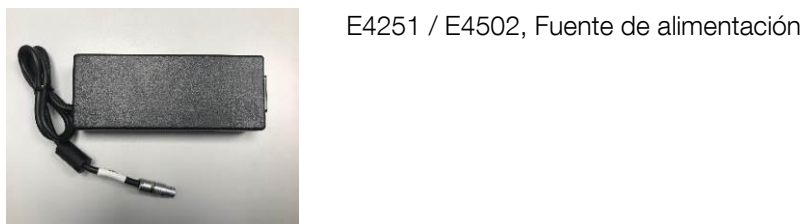

Fig. 7.2.4
- 1 Fuente de alimentación, Fig. 7.2.4